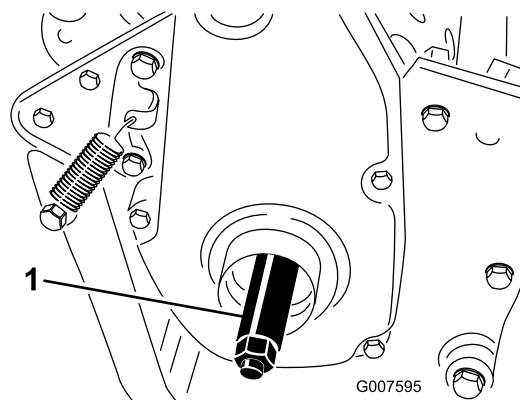

Figura 7
3. Enrosque el eje de la rueda derecha en la polea de transmisión del lado derecho de la máquina (Figura 7).